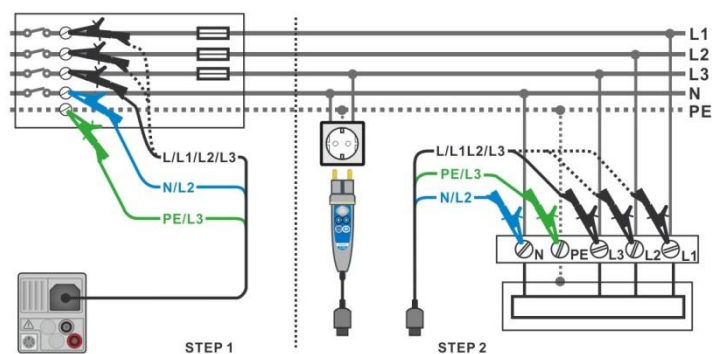

Figura 8.4: Medición AUTO TT
- Conecte las puntas de prueba o el Commander al objeto a prueba (vea la **Figura 8.4**).